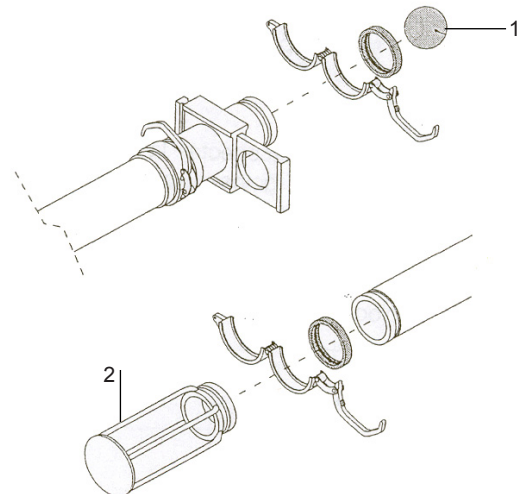
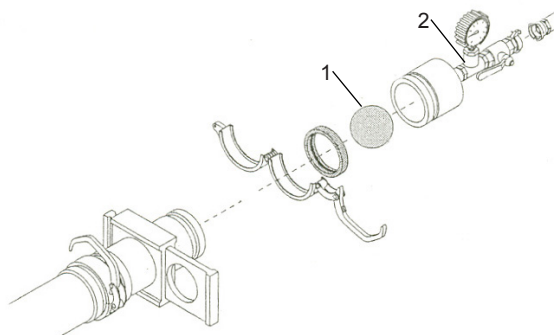

Fig.23
Fig.25
Bagnare una spugna con acqua e introdurla nel tubo (Fig.23 Rif.1). Connettere di nuovo il tubo con la macchina. Alla fine del tubo, connettere mediante l'accoppiamento victaulic completo di guarnizione, il contenitore (Fig.23 Rif.2) per il recupero della spugna in uscita.
All'uscita del tubo, connettere mediante il raccordo Victaulic completo di guarnizione, il contenitore per il recupero della spugna (Fig.23 Rif.2). All'ingresso del tubo, introdurre la spugna bagnata appropriata al diametro del tubo (Fig.25 Rif.1) e connettere il dispositivo di pulizia con valvola a sfera (Fig.25 Rif.2) in dotazione, controllando il bloccaggio corretto dello stesso.
⚠ L'uscita della spugna dal tubo terminale può essere violenta: stendere correttamente il tubo terminale; in caso di presenza di ostruzioni o "tappi" all'interno del tubo la spugna non esce. Interrompere l'immissione di aria girando la leva (Fig.25 Rif.2).
Svuotare la vasca dell'acqua, tirare la leva di evacuazione (Fig.25 Rif.2) in posizione verticale.
- Avviare la macchina, mantenendo il motore a basso regime e regolare il flusso della pompa al minimo agendo sul selettore (Fig.25 Rif.2) del quadro elettrico.
- Ruotare il selettore di inversione (Fig.25 Rif.2)